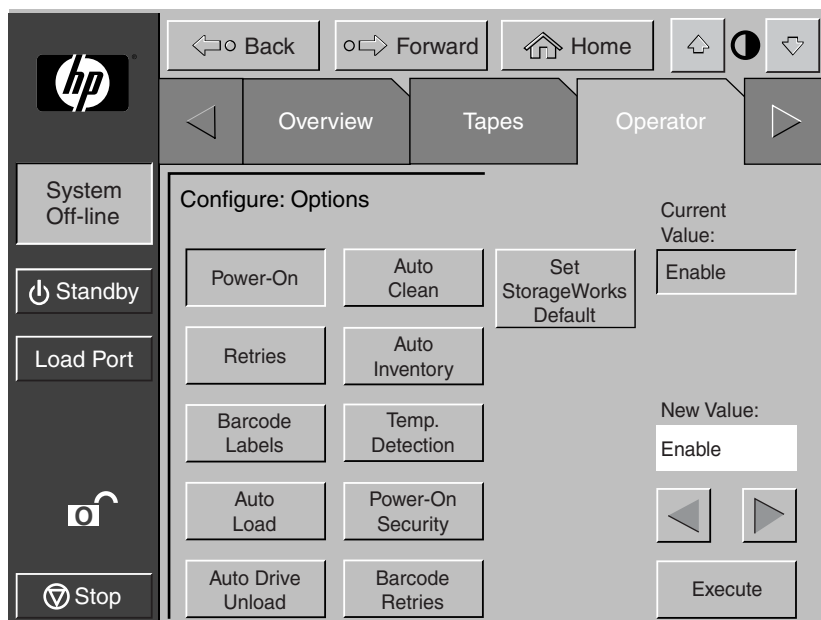

Figura 4-5: Schermata Configure: Options (Configura: Opzioni)
1. Nella schermata Operator (Operatore), premere il pulsante **Configure Options** (Configura opzioni). Il pannello di controllo visualizza la schermata Configure (Configura): Options (Configura: Opzioni). Vedere la Figura 4-5.